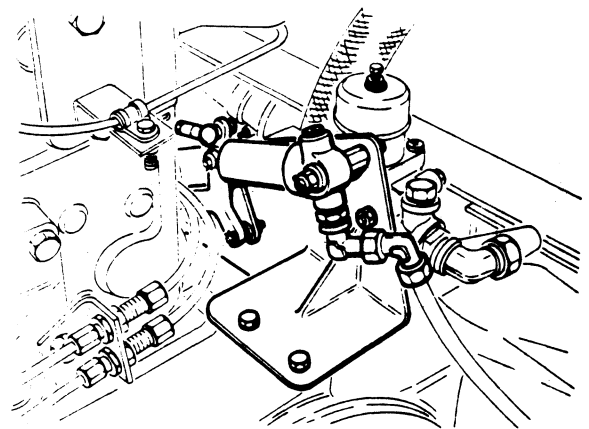

Fig. 21
- Sluit de luchtcilinder van de blokkeerinrichting (Fig. 21) aan op de derde en laatste leiding van de electro-pneumatische bedieningsklep 3.